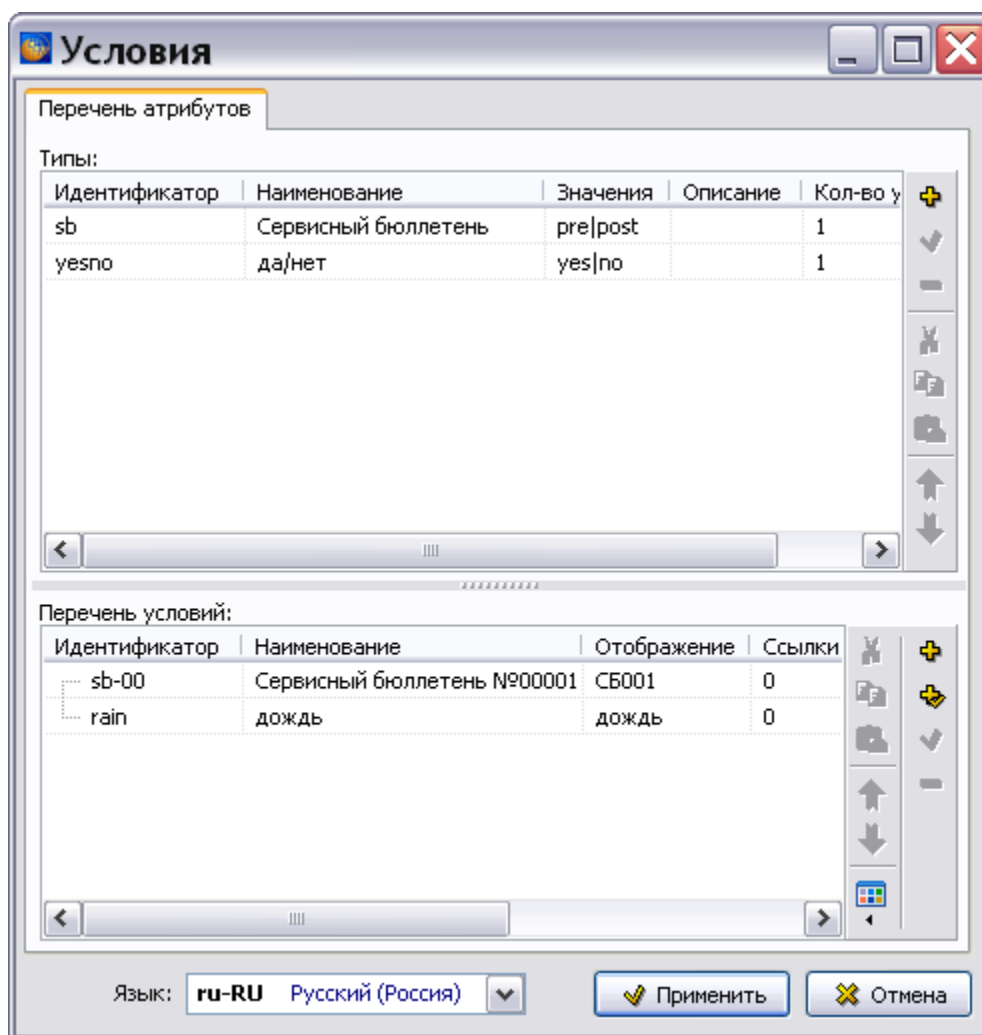

Рис. 22.23
12. Нажмите на кнопку **Применить**. При этом произойдет возврат в диалоговое окно **Условия**. Описание созданных условий отобразится в окне **Перечень условий** (Рис. 22.23).